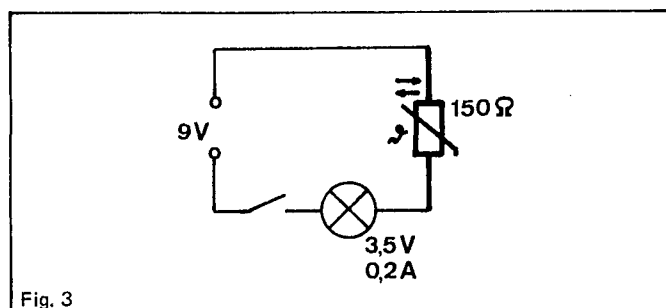

Fig. 3
4.3 NTC-Widerstand (Heißleiter), 150 Ω, zur Einschaltverzögerung (Fig. 3).